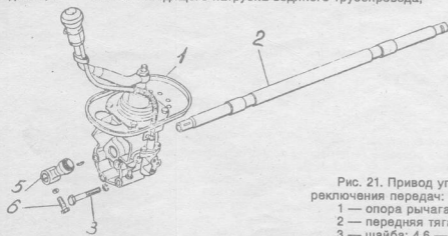

Рис. 21. Привод управления механизмом переключения передач:
70. Установить на двигатель опору 1 (Рис. 21) рычага переключения передач в сборе с передней тягой 2 и задним ее кронштейном, завернуть болты 4 с пружинными шайбами 3, завернуть болты крепления заднего кронштейна тяги и завернуть болт 6 с шайбой клеммового соединения головки 5 передней тяги 2. (Ключ гаечный кольцевой 17 мм, головка сменная 17 мм, ключ с присоединительным квадратом).